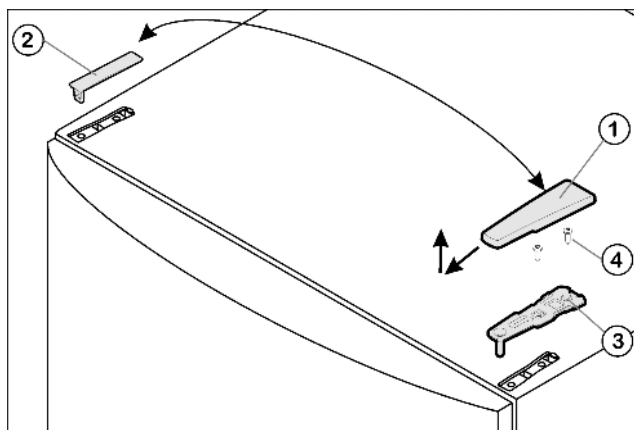

Fig. 4
- ▶ Kryt Fig. 4 (1) stáhněte dopředu a nahoru.
- ▶ Kryt Fig. 4 (2) zvedněte.
- ▶ Horní stojan ložiska Fig. 4 (3) odšroubujte (2 krát Torx® 25) Fig. 4 (4) a stáhněte nahoru.
- ▶ Horní stojan ložiska *Fig. 4 (3)* vložte na nové straně závěsu do dvířek.
- ▶ Horní stojan ložiska **přišroubujte (s 4 Nm)** (2krát Torx® 25) *Fig. 4 (4)*. Díry pro šrouby případně předem propíchněte nebo použijte akumulátorový šroubovák.
- ▶ Kryt *Fig. 4 (1)* a kryt *Fig. 4 (2)* vždy na opačné straně zvenku nasadte a zaklesněte.